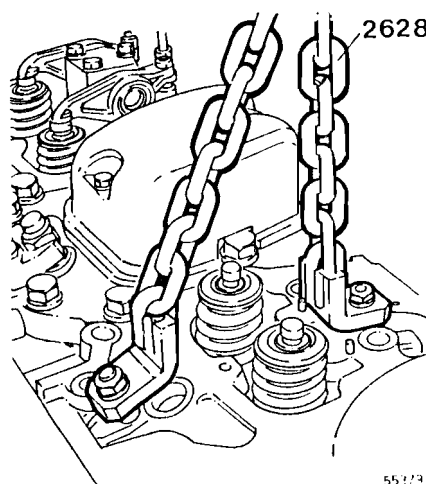

Fig. 62
- 5 Poner la culata en su sitio junto con la junta del colector de escape y el anillo tórico para el tubo distribuidor del refrigerante, fig. 62.